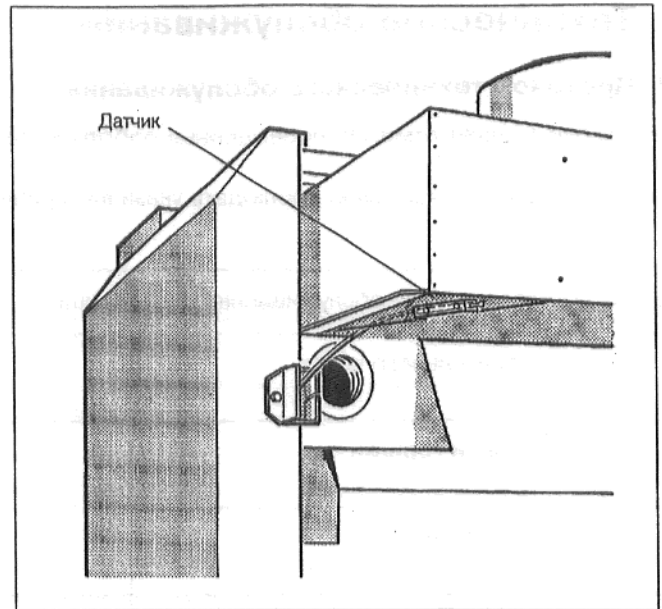

Рис. 26: Датчик устройства контроля отходящего газа
- Отвинтить датчик температуры отходящего газа от предохранителя потока или от коллектора отходящего газа (Рис. 26).